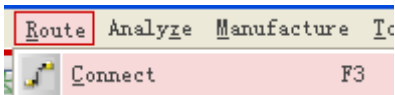

图 4.56 Add Connect 菜单
- (1) 选择 Route->Connect 菜单如图 4.56 所示。，或者直接点击工具栏左边的  图标按钮。